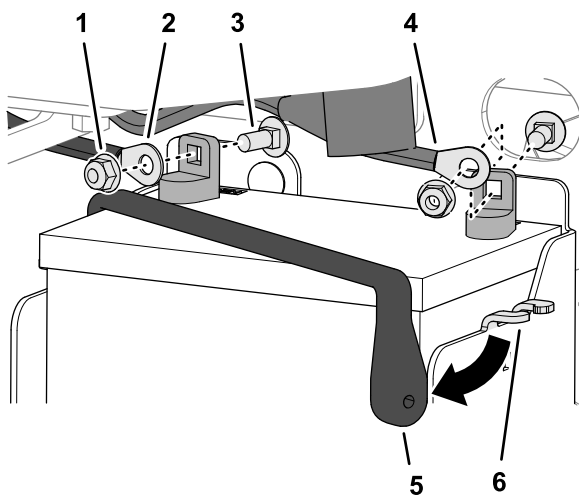

Figura 83
2. Retire la contratuerca con arandela prensada y el perno de cuello cuadrado que sujetan el cable negativo a la batería, y retire el cable de la batería (Figura 83).
- Deslice hacia atrás el capuchón aislante del cable positivo de la batería (Figura 83).
- Retire la contratuerca con arandela prensada y el perno de cuello cuadrado que sujetan el cable positivo a la batería, y retire el cable de la batería (Figura 83).
- Retire la correa de la batería de la pestaña de la caja de la batería (Figura 83).
- Sujete la batería a la caja de la batería con la correa (Figura 83).
- Conecte el cable positivo de la batería al borne positivo de la batería con el perno de cuello cuadrado y la contratuerca con arandela prensada (Figura 83).
- Conecte el cable negativo de la batería al borne negativo de la batería con el perno de cuello cuadrado y la contratuerca con arandela prensada (Figura 83).